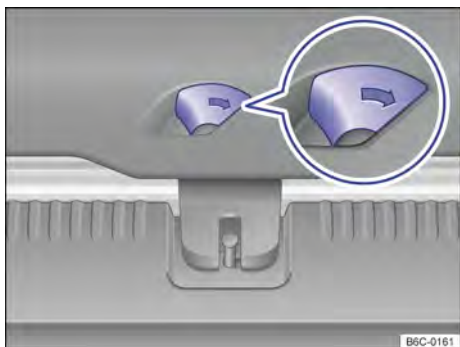

Fig. 63 En el maletero: desbloquear la tapa trasera.
- Desplazar la palanca de desbloqueo en el sentido de la flecha → fig. 63, para destrabar la tapa trasera.